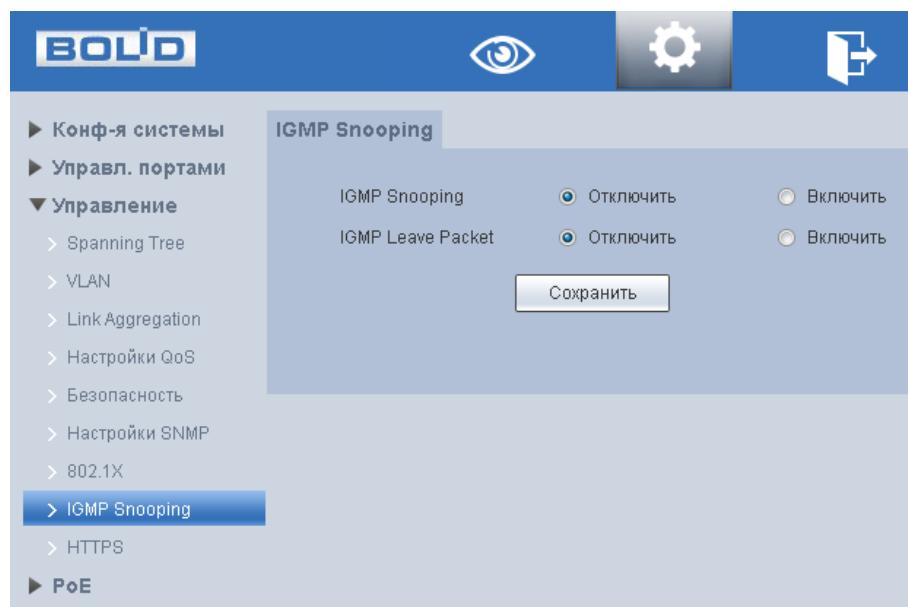

Рисунок 6.35 – Интерфейс IGMP Snooping
- 1 Переключите все порты в состояние аутентификации на основе 802.1x как показано на рисунке ниже (Рисунок 6.35).
На рисунке (Рисунок 6.35) представлен интерфейс настроек в состоянии по умолчанию. При использовании Multicast рассылки, возможно, включить поддержку «Fast leave», которая позволяет коммутатору быстрее исключать порт из списка участников соответствующей группы. Для целей видеонаблюдения её включение не обязательно.